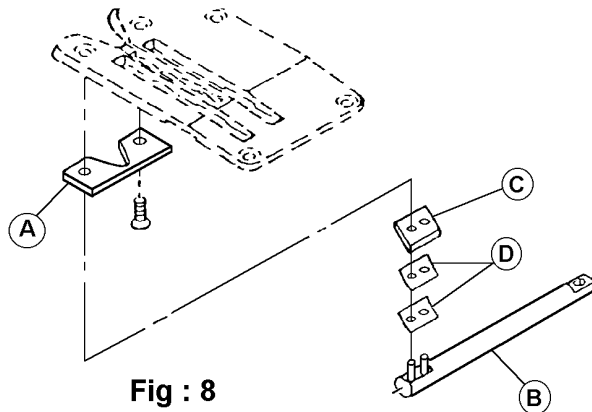

Fig : 8
5. Retirar la placa de garganta (D) mediante la eliminación de tornillos (C).
6. (ver Fig: 8) La cuchilla móvil (C) está soportado por 2 hojas de muelle (D) y posicionados en el 2 pines en el eje (B).
7. Al reemplazar o girar sobre el cuchillo, se recomienda cambiar las hojas de resorte (D).